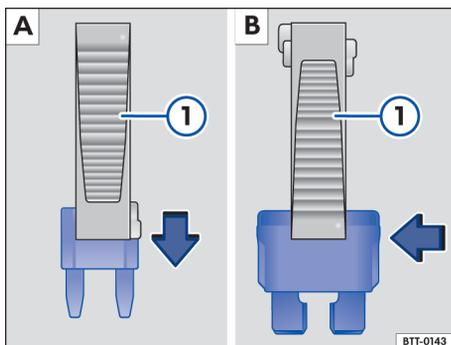

图 134 拆下或安装保险丝
- 找一塑料夹钳或类似工具 ⇒ 图 134 ①。
- 对于小保险丝，从上插入钳嘴 ① ⇒ 图 134 A。
- 对于大保险丝，将钳嘴 ① 从侧面推到保险丝上 ⇒ 图 134 B。
- 如保险丝已熔断，则必须用额定电流（颜色和标记）及尺寸均与原保险丝完全相同的保险丝更换 ⇒ ①。